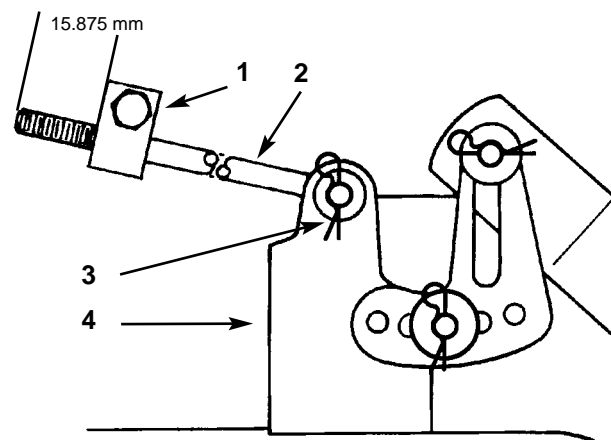

Figure 51
5. Mesurer la longueur de la tige qui dépasse à l'avant du bloc de réglage sur les côtés du châssis (Fig. 51). Si la longueur n'atteint pas 15,875 mm, enlever la goupille fendue et la rondelle de l'extrémité de la tige (Fig. 51), puis tourner la tige jusqu'à obtention de 15,875 mm. Installer ensuite l'extrémité de la tige dans le trou du support de montage de la tondeuse et la fixer en place avec la rondelle et la goupille fendue. Répéter cette opération de l'autre côté de la tondeuse.